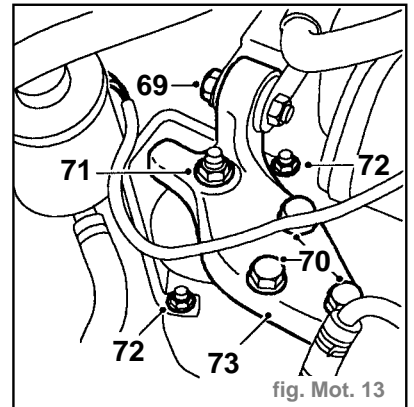

fig. Mot. 13
- Enlever le boulon (69) d'assemblage maintenant la barre d'appui droite sur le support de fixation du moteur (fig. Mot. 13).
- Aligner le support de Silentbloc sur le moteur, poser 3 boulons et les serrer à **10 daN.m** (fig. Mot.13).